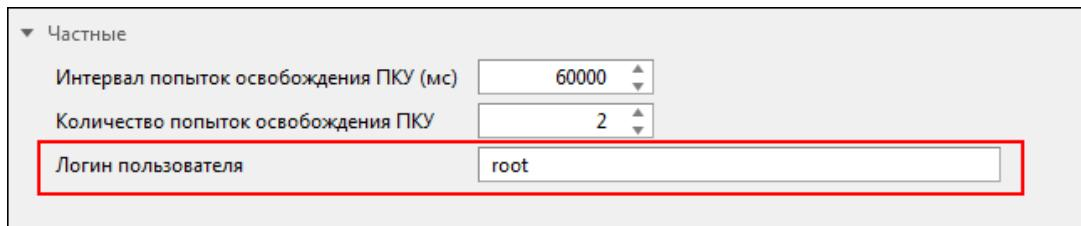

Рисунок 172 - Логин пользователя
6. В настройках модуля укажите логин пользователя, под правами которого будет выполняться запуск бланков (Рисунок 172).